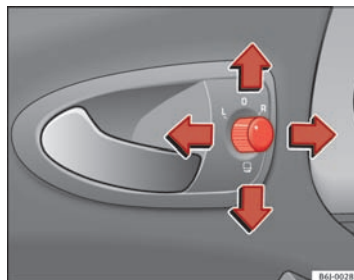

Fig. 68 Knap til indstilling af sidespejle
1. Drej først knappen ⇒ Fig. 68 til position **L** (venstre sidespejl).
- Drej knappen ⇒ Fig. 68 til position  for at klappe sidespejlene ind. For at undgå skader skal du altid klappe sidespejlene ind, når du kører din bil i et automatisk vaskeanlæg.